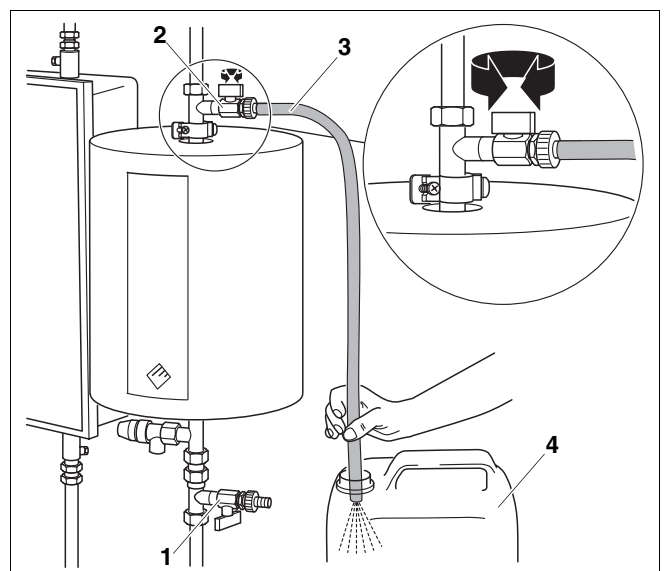

Abb. 3 Rückflussbehälter befüllen
- Schließen Sie den beiliegenden transparenten Schlauch (Abb. 3, **Pos. 3**) am oberen Kugelhahn (Abb. 3, **Pos. 2**) an. Damit gewährleisten Sie, dass während des Befüllens überschüssige Luft entweichen bzw. das Wärmeträgermedium kontrolliert z. B. in einen Kanister (Abb. 3, **Pos. 4**) ablaufen kann.